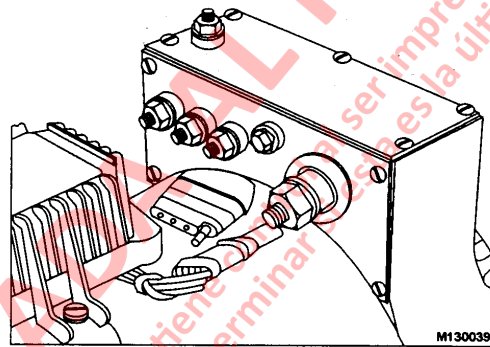

FIGURA 13-38
2. Usando las piezas de montaje (cubiertas con Loctite), fije el regulador a la caja del extremo (Figura 13-38). Apriete el perno con un torque máximo de 32 in. lbs. (3.6 N.m).